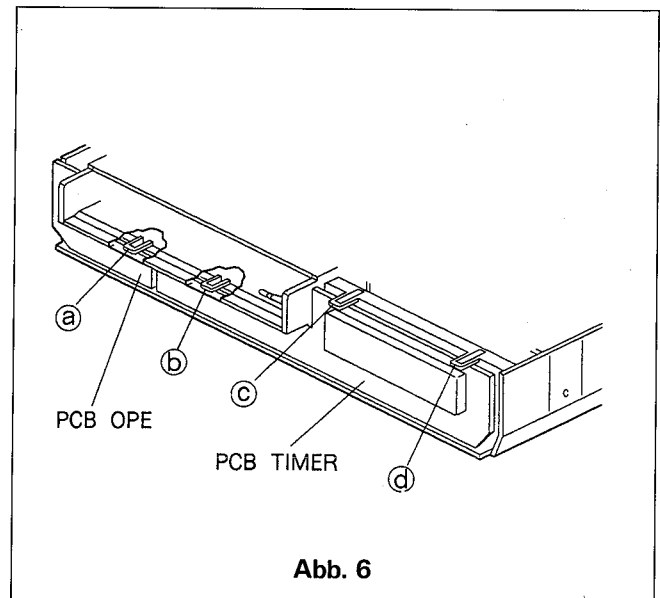

Abb. 6
- B. Entfernen Sie die Klammern (a) und entfernen Sie die Ope-platinen wie in Abb. 6.
- C. Entfernen Sie die 3 Klammern (b), (c) und (d) und entfernen Sie die Timerplatinen wie in Abb. 6.